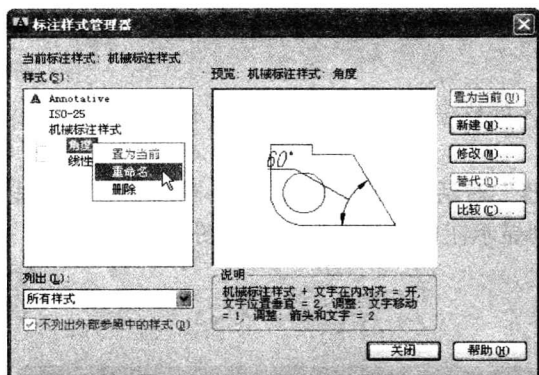
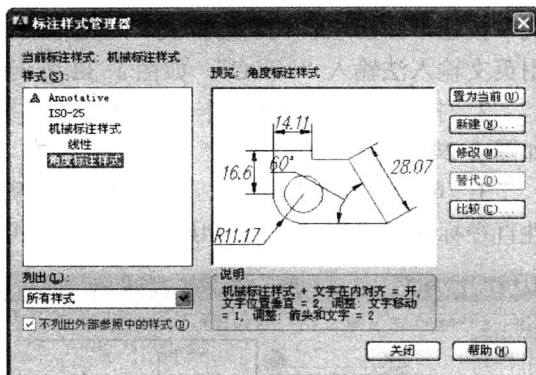

图 1-28 创建适用于“角度”的标注样式
图 1-29 创建角度标注样式
4. 单击“确定”按钮,返回“标注样式管理器”对话框,在“机械标注样式”中增加了适用于“角度”的标注样式。选中“机械标注样式”中的“角度”的标注样式,单击鼠标右键,在弹出的标注样式快捷菜单中选择“重新命名”选项,如图 1-28 所示。将“角度”标注样式重新命名为“角度标注样式”,回车后该样式成为一个独立的标注样式,如图 1-29 所示。